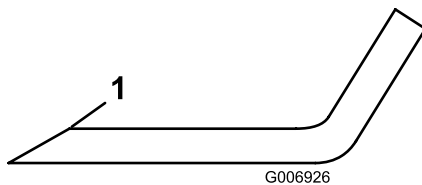

Figure 31
1. Au moyen d'une lime, aiguissez les tranchants aux deux extrémités de chaque lame (Figure 31). Veillez à conserver l'angle de coupe d'origine. Limez la même quantité de métal sur les deux tranchants pour ne pas déséquilibrer la lame.